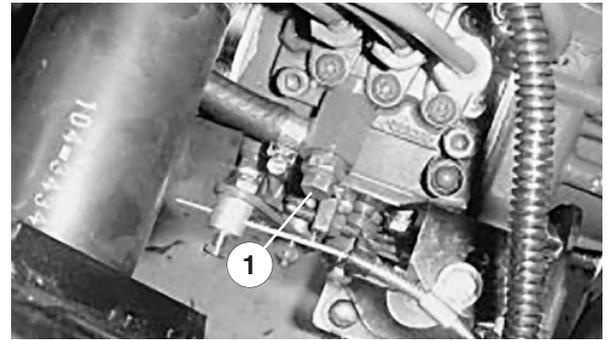

Bild 13
3. Öffnen Sie die Entlüftungsschraube an der Einspritzpumpe (Bild 13).